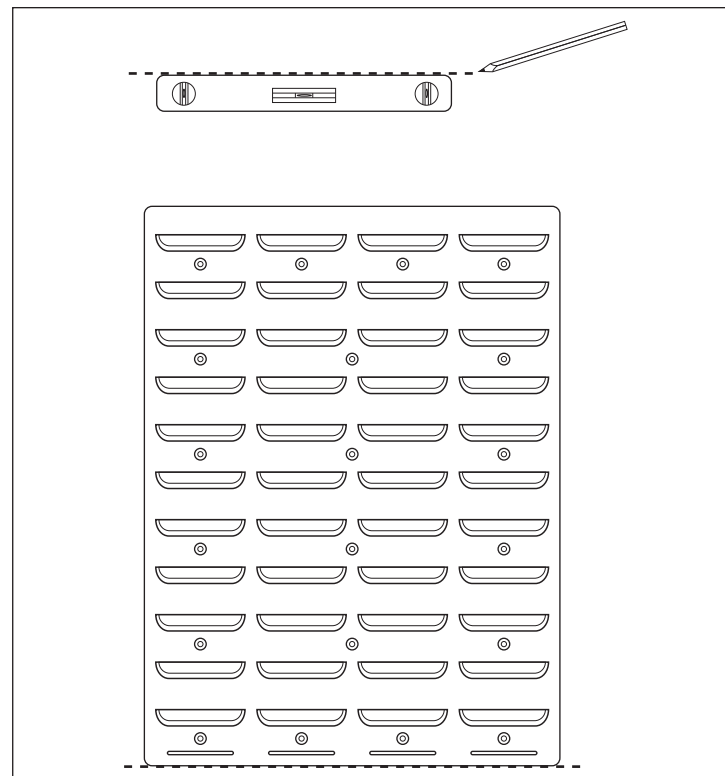

Fig. 1
- Dessinez une ligne droite au mur, pour y orienter les panneaux muraux (cf. Fig.1).